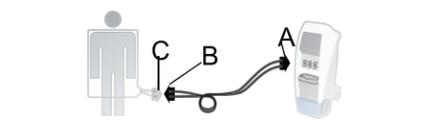

图 16 –
- 将软管 (A) 连接到控制仪软管连接端口 (图 16)。